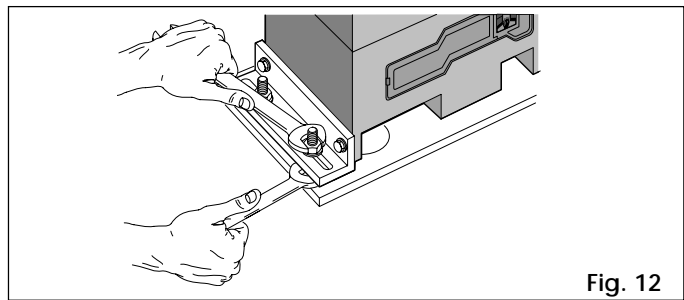

Fig. 12
- 5) Fijar el motorreductor a la placa de cimentación apretando las tuercas como se ilustra en la Fig. 12.